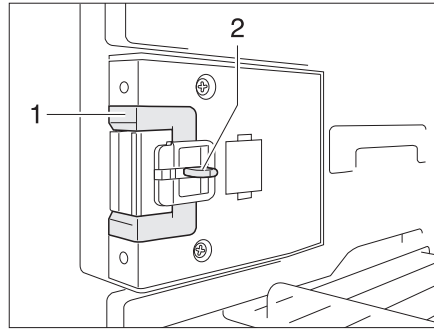
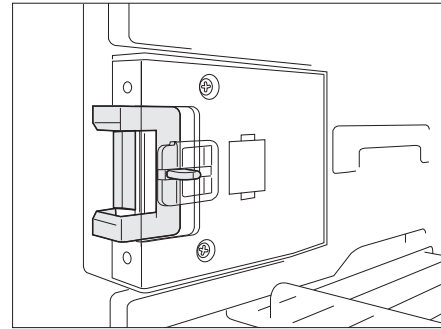

Bild 330 Låsanordning i normalläge
Bild 331 Låsanordning i ventilationsläge
- Tryck in frigöringen (Bild 330,2).
- Skjut låsanordningen (Bild 330,1) framåt (Bild 331).